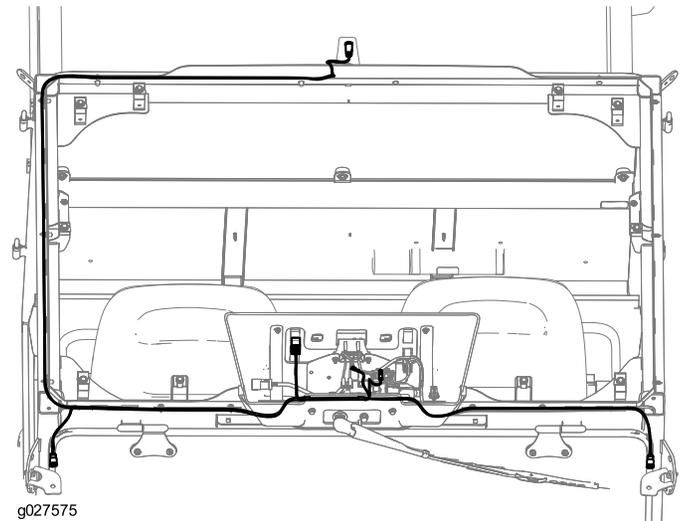

Рисунок 9
1. Проложите жгут проводки, как показано на Рисунок 9.